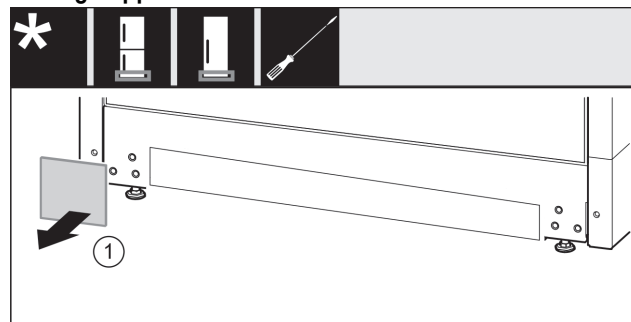

Fig. 15
- Rimuovere la copertura Fig. 15 (1).